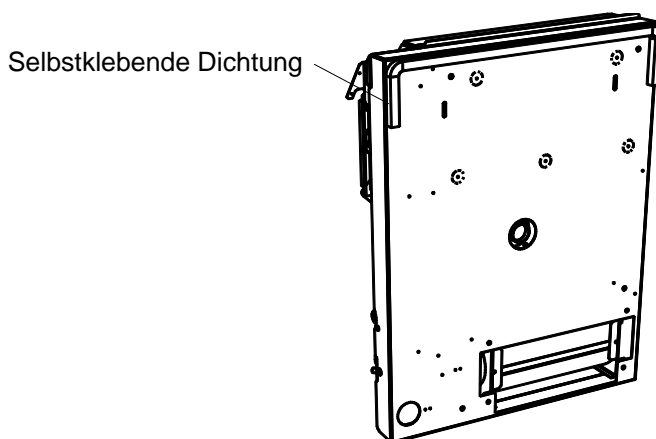

Abbildung 8 – Anbringen der Dichtung
9. Positionieren Sie die selbstklebende Schaumdichtung am Tragrahmen (im unteren Teil des Heizkörpers), siehe Abbildung 8. Mehrmaliges Anbringen und Entfernen vermeiden.